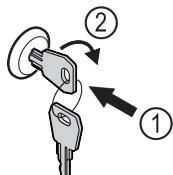

Fig. 192
- Вставьте ключ Fig. 192 (1).
- Поверните ключ на 90° по часовой стрелке Fig. 192 (2).